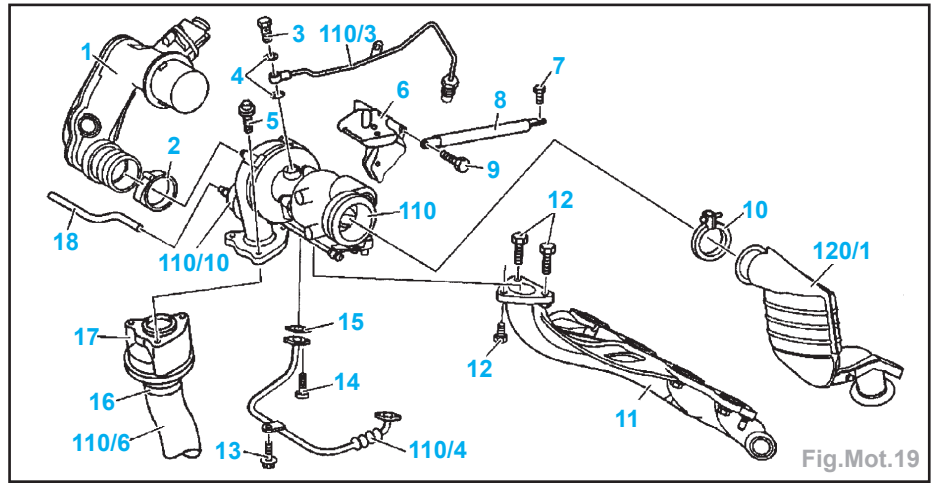

Fig.Mot.19
- Déposer la tubulure d'admission d'air (1) (Fig.Mot.19).
- Débrancher le flexible de dépression (18) sur la capsule à dépression (110/10).
• le silencieux (17) sur le turbocompresseur (110),